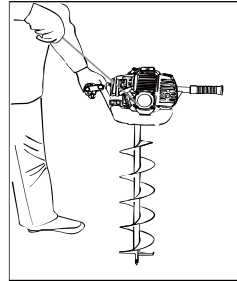

Рис.8
5. Надійно утримуючи раму, потягніть за ручний стартер для запуску двигуна (Рис.8).